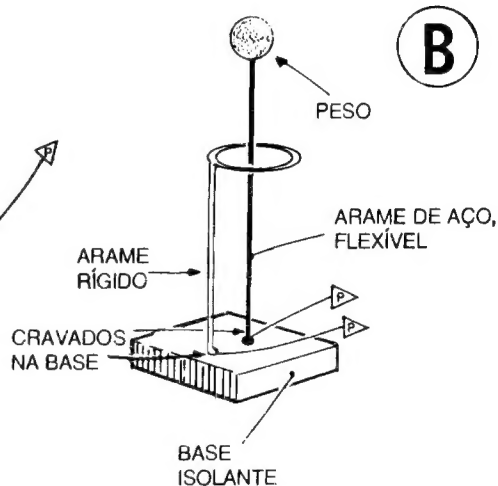

Fig.5
- **FIG. 5 - DETALHES E SUGESTÕES PARA A CONSTRUÇÃO DO PÊNDULO**... - Embora seja perfeitamente possível a utilização de um interruptor de balanço comprado pronto na loja (do tipo usado normalmente em alarmes anti-roubo de veículos, entre outras apli-
As possibilidades, como já dissemos, são "infinitas" (só a mente "maligna" de cada Leitor/Hobbysta poderá realmente "destrinchar" tudo o que se pode brincar, gostosamente, com o BALANCÊ! Se a construção e acomodação final (fig. 5) forem bem sólidas e consistentes, dá até para brincar de "tiro ao alvo", usando a caixa do brinquedo como "alvo", ao qual, de conveniente distância, os participantes poderão arremessar "projéteis macios" (feito aquelas "bolas de meias" usadas para derrubar pilhas de latas em parques de diversões...). Graças à presença do sensor interno de balanço ou movimento, mesmo um leve "toque" da bola no BALANCÊ! fará disparar o sinal sonoro, indicando - "sem furo" - o acerto...